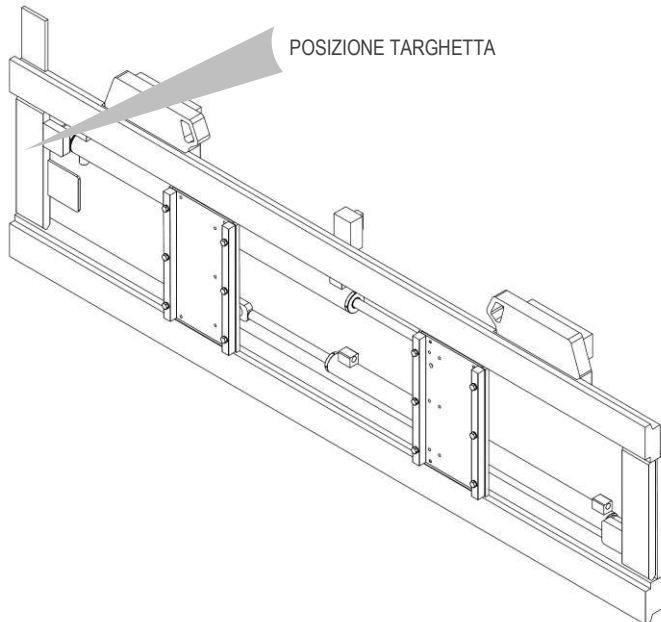
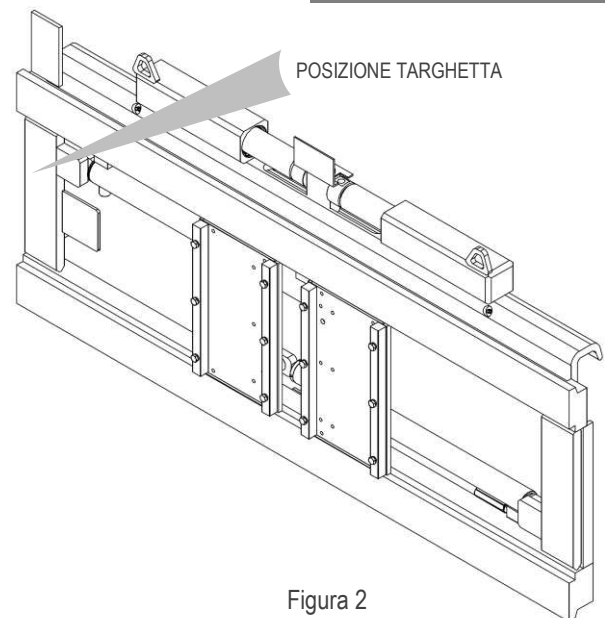

Figura 1
Figura 2
Tutte le attrezzature A.T.I.B. - POSIZIONATORE FORCHE TIPO 675 / 676 vengono identificate mediante targhetta adesiva (vedi *Tabella 1*) posizionata sull'attrezzatura (vedi *Figura 1 e Figura 2*), fare sempre riferimento al numero di matricola.
5. Per la movimentazione devono essere utilizzate cinghie o catene opportunamente dimensionate rispetto al peso dell'attrezzatura indicato in targhetta (vedi *Figura 1* e *Tabella 1* a pag.6).
10. Collegare il circuito idraulico, assicurandosi che la pressione di esercizio delle tubazioni sia superiore o uguale a quella indicata sulla targhetta di identificazione (vedi *Figura 1* e la *Tabella 1* a pag.6).
6. Per la movimentazione devono essere utilizzate cinghie o catene opportunamente dimensionate rispetto al peso dell'attrezzatura indicato in targhetta (vedi *Figura 2* e la *Tabella 1* a pag.6).